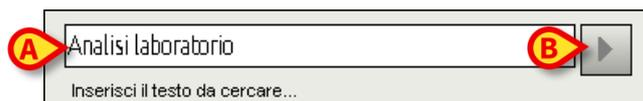

Fig 33
- Inserire all’interno della finestra il testo da ricercare (Fig 33 **A**).
- Cliccare il pulsante  (Fig 33 **B**). Il testo cercato sarà evidenziato all’interno del documento visualizzato.